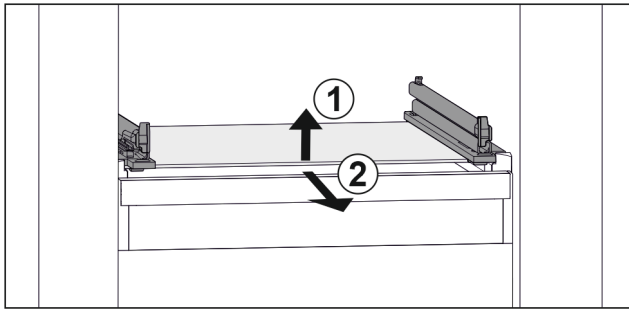

Fig. 45 Exemple de représentation de la tablette en verre
- Soulever la tablette en verre par l'avant. Fig. 45 (1)
- Retirer la tablette en verre par l'avant. Fig. 45 (2)